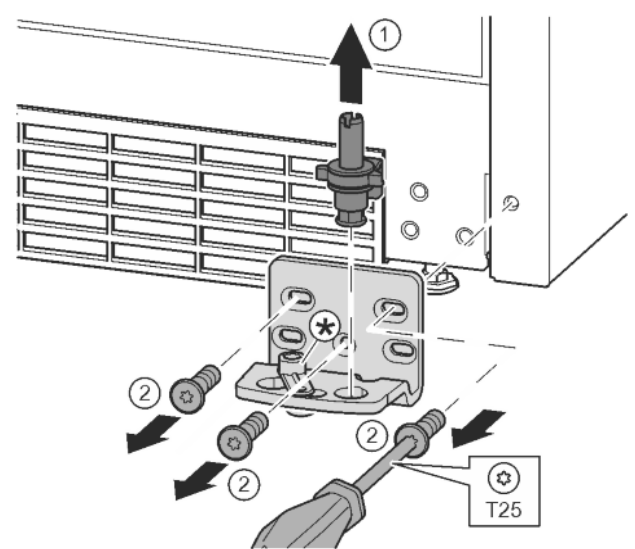

Fig. 11
- ▶ Izvucite podložak ležaja kompletno prema gore. Fig. 11 (1)
- ▶ Odvijačem T25 odvijte vijke i skinite podložak ležaja. Fig. 11 (2)